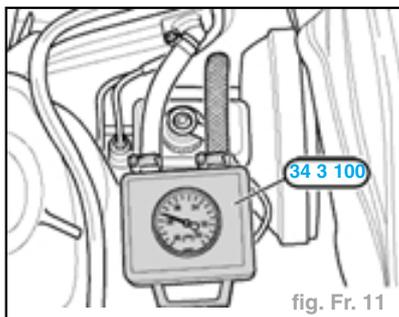

fig. Fr. 11
- Monter le dépressiomètre Réf **34 3 100** entre le raccord et le flexible de dépression du clapet antiretour (fig. Fr. 11).